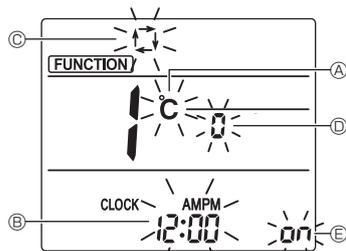

Fig. 6-10
3. Provjerite je li prikazana funkcija br. „1“, a zatim pritisnite gumb [SET] 3. Prikazuje se zaslon za postavke prikaza. (Fig. 6-10)